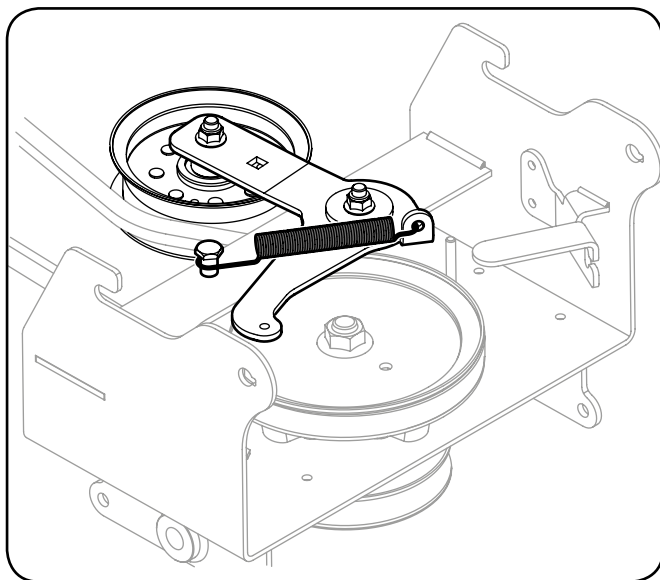

Рисунок 3-5
3. Если ваш трактор оборудован ручной системой управления отбором мощности, установите на кронштейн натяжителя несущей платформы 5-дюймовую (12,7 см) пружину растяжения, как показано на рис. 3-5.